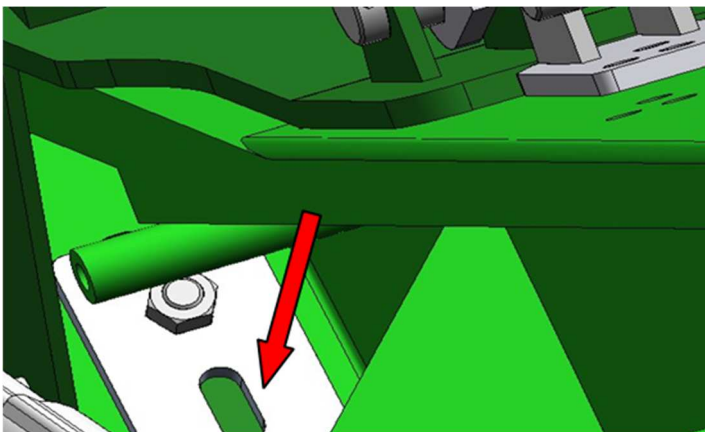
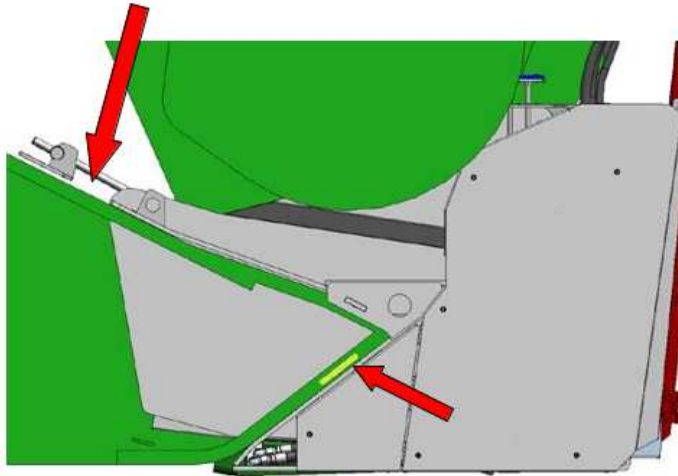

Abb. 29
Abb. 30
den Rapstisch an den unteren Gleitschuh rechts und links mit Hilfe von Lasche (N) und Schraube (Abb. 29), (Abb. 30) befestigen.
obere Schraubenspannvorrichtung rechts und Befestigungslasche zum schrägen Gleitschuh einlegen. (Abb. 30)